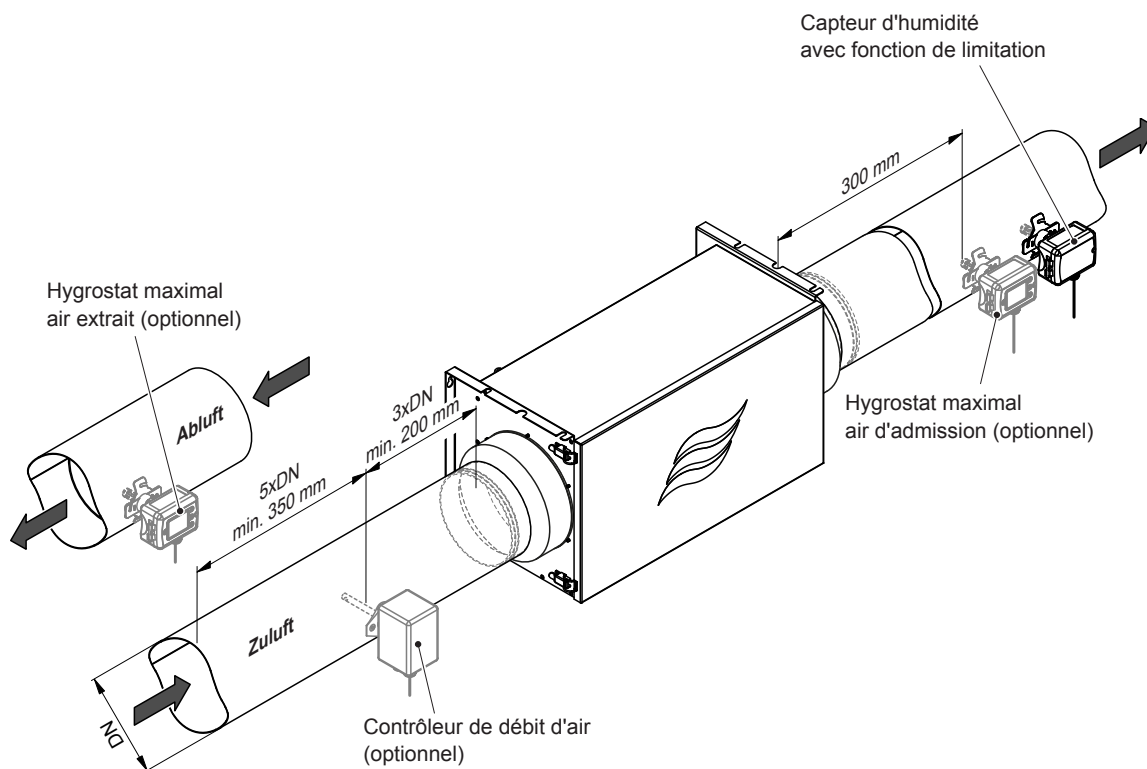

Fig. 22: Positionnement du capteur d'humidité et des dispositifs de surveillance avec régulation de l'humidité de l'air d'admission
Pour la régulation de l'humidité de l'air d'admission, les capteurs doivent être installés comme suit (voir Fig. 22) :
1. Percer l'orifice d'introduction pour le capteur ($\varnothing 16$ mm) dans la gaine d'aération (positionnement voir Fig. 22).